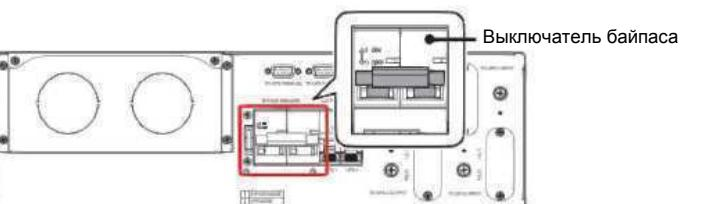

Рисунок 17
- 4** После подтверждения запуска ИБП-1 и ИБП-2 в режиме байпаса переведите выключатель байпаса на БСБ в положение ON (ВКЛ.). Положения ON (ВКЛ.) и OFF (ОТКЛ.) указаны на выключателе байпаса, см. **Рисунок 17**. Теперь подключенные нагрузки получают питание от общего источника.